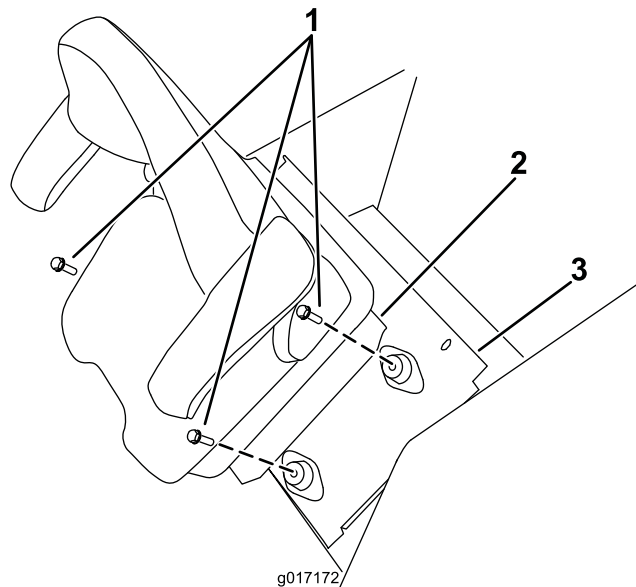

Figura 2
6. Retire las fijaciones que sujetan la base del asiento a los soportes de montaje del asiento y a la chapa del asiento. Retire el asiento y la base del asiento de la máquina (Figura 2).